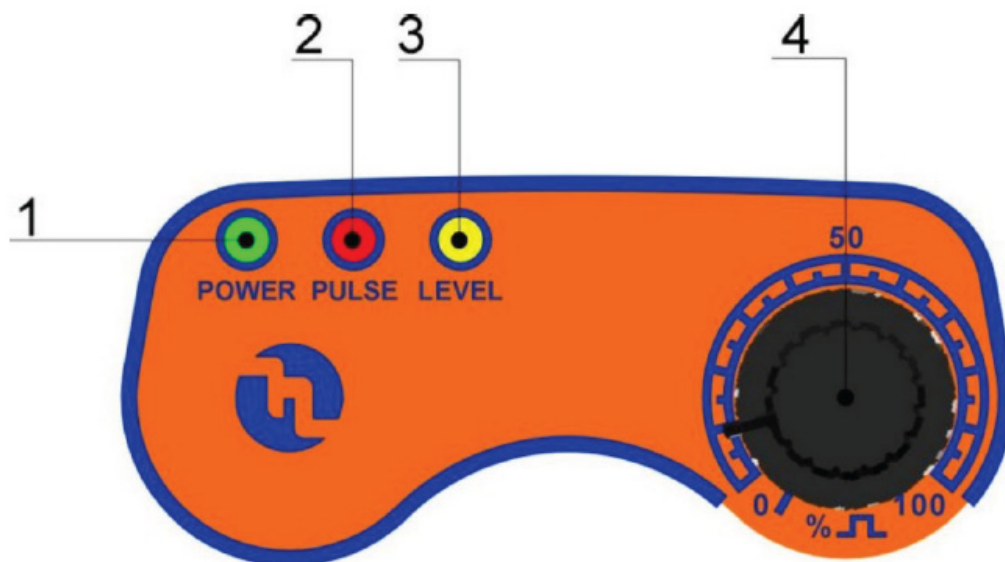

Рис.11
6.1. ОРГАНЫ УПРАВЛЕНИЯ НАСОСОМ (Рис.11)